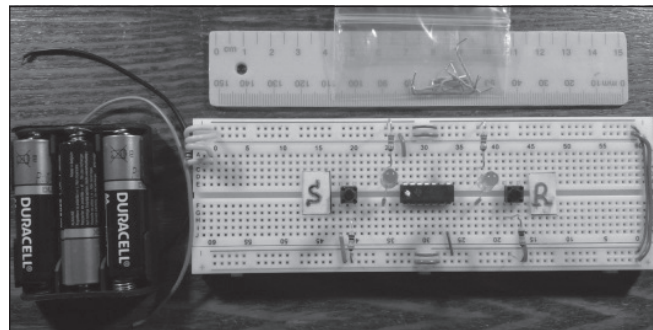

Рис. 15
1. Установка элементов на монтажную плату и подключение деталей к шинам питания (рис. 15).